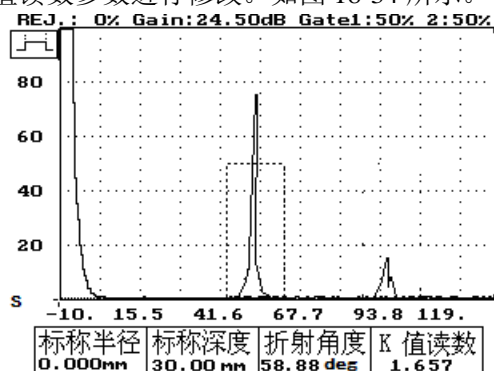

图 18-34
- (1)、按进入键——退出 K 值校准的测试状态，同时在“K 值读数”参数下有一“—”光标，提示用户是否对 K 值读数参数进行修改。如图 18-34 所示。